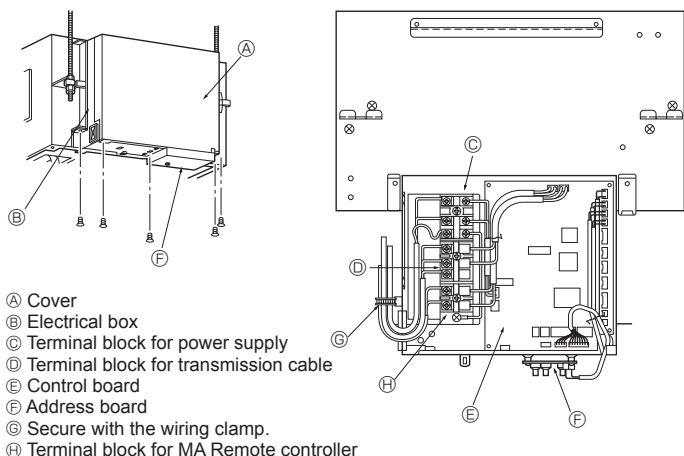

Fig. 4-1
4.1. Electric wiring (Fig. 4-1)